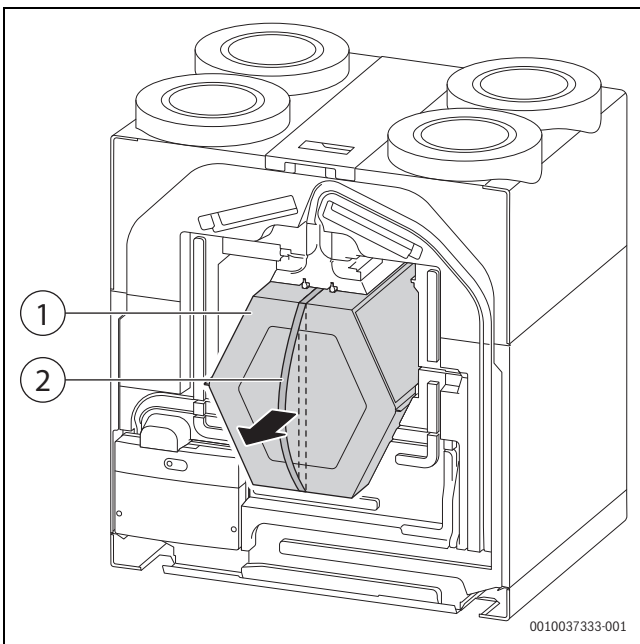

Bild 61 Wärmetauscher herausziehen
- ▶ Wärmetauscher vorsichtig am Band herausziehen (→ Bild 61).